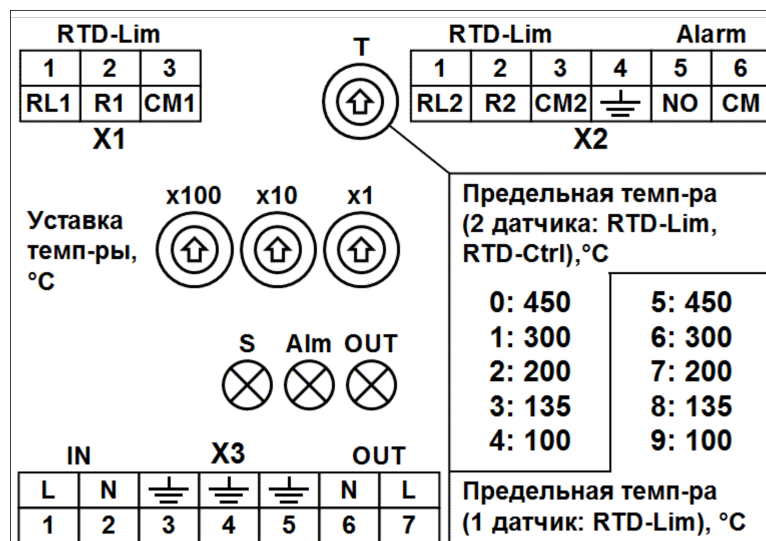

Рисунок 1.3 – Информационная наклейка
- разъёмы для подключения датчиков («X1» и «X2»), питания и нагрузки («X3»). Назначение разъемов также отражено на информационной наклейке (см. рисунок 1.3);